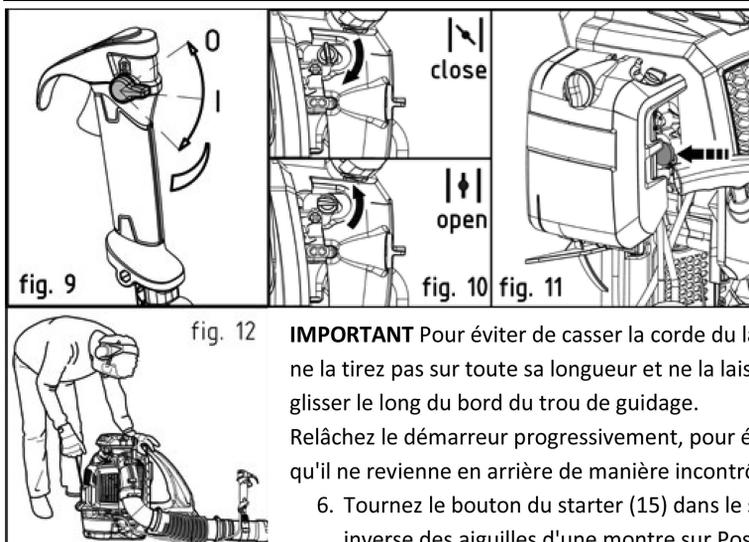

fig. 12
4. Tenez fermement la machine avec la main gauche sur la poignée (1), afin de ne pas perdre le contrôle de la machine pendant le démarrage (fig. 12).
5. Tirez lentement la poignée du démarreur (16) sur 10 à 15 cm jusqu'à ce que vous sentiez une certaine résistance, puis tirez-la fortement plusieurs fois jusqu'à ce que vous entendiez le premier allumage (fig. 12).
7. Tirer à nouveau la poignée du démarreur (16) jusqu'à ce que le moteur démarre (fig. 12).
9. Faites tourner le moteur un peu à l'aide de la gâchette d'accélérateur (9) pour le faire chauffer avant d'utiliser la machine.